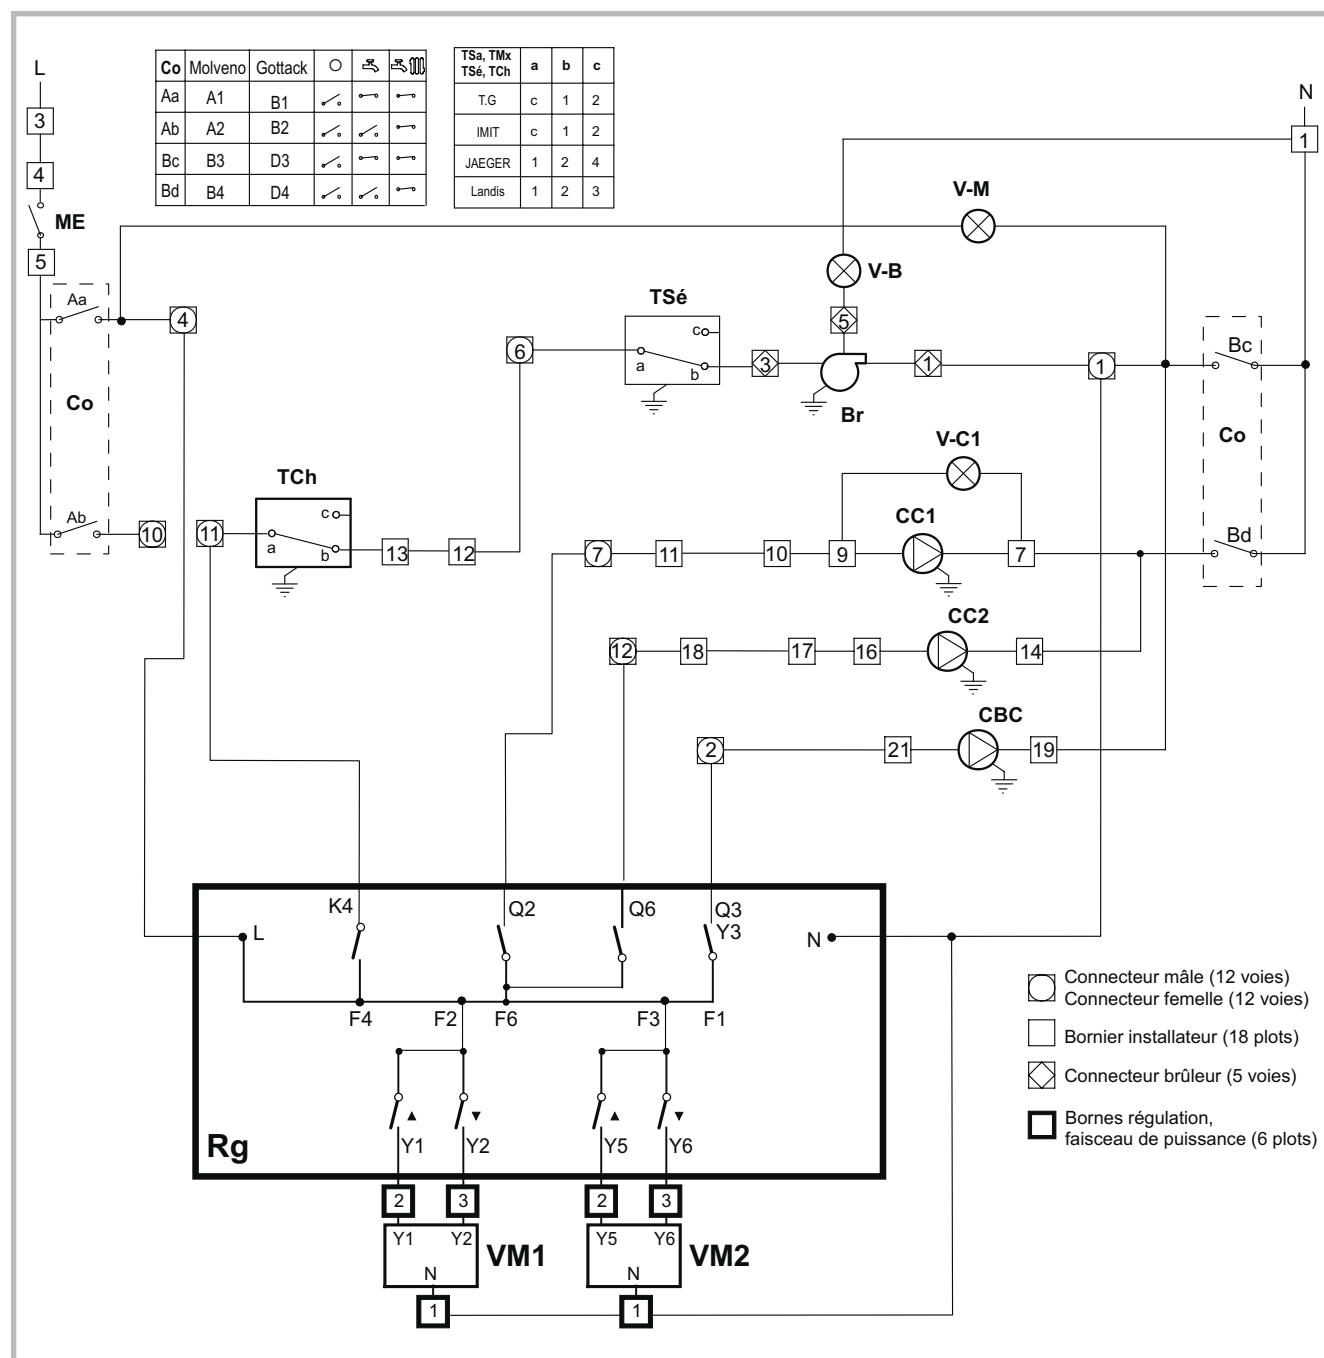

Figure 27 - Schéma électrique de principe
Légende fig. 27 et 28
- Effectuer les raccordements suivant les schémas fig. 27 et 28.